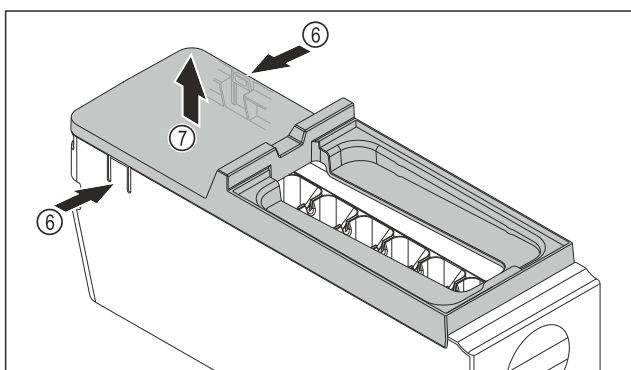

Fig. 146
- EasyTwist-Ice-rungon kannen poistaminen: Paina kielekkeitä Fig. 146 (6) EasyTwist-Ice-rungon molemmilla puolilla.
- Ota kansi Fig. 146 (7) toisella kädellä ylöspäin pois.